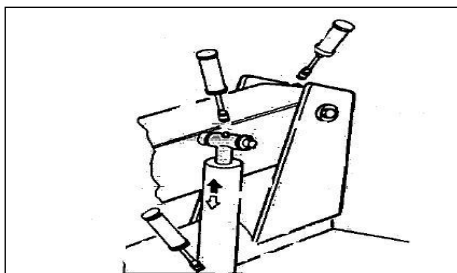

Fig.8.1
- 2) Smør spindelarmens beslag til løftecylinder og svirvel. Brug fedtsprøjte for at tilsætte fedt gennem smøreniplen (se fig. 8.1).